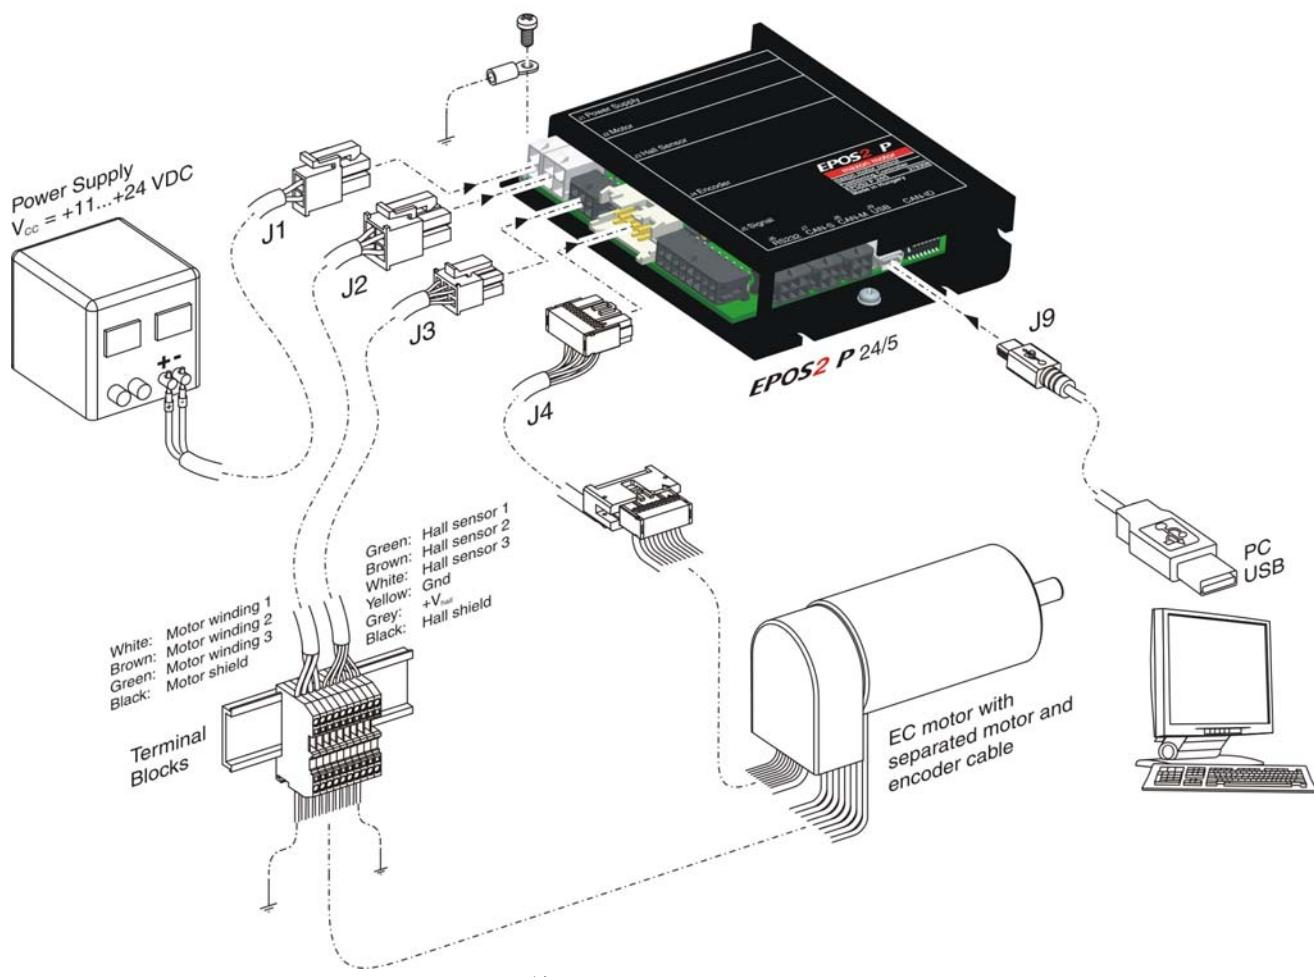

図 3-4 最小限の配線 : maxon EC motor
- 2) 下表および下図をご参考に配線作業を行って下さい。 (→ 表 3-5 および 図 3-4)